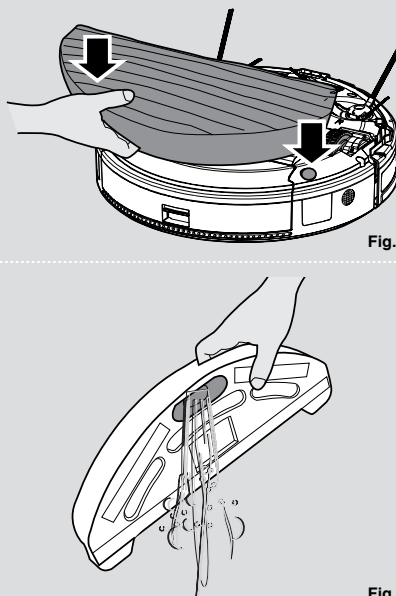

Fig. 16
4. Después de fregar, retire el depósito de agua y la mopa. Abra el tapón de goma y vierta el agua restante del depósito. [Fig. 16]